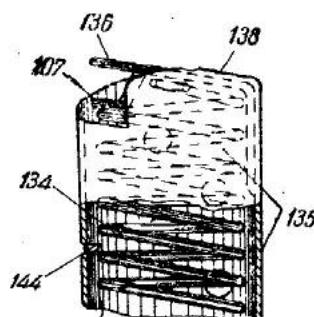
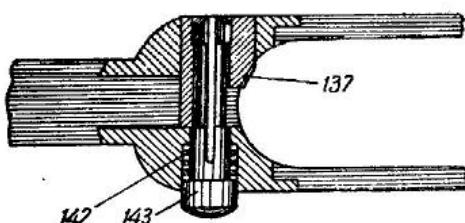

Рис. 40
Рис. 42
1. Осадка или поломка пружины подавателя (134 на рис. 40).
2. Смятие стенок коробки магазина (135 на рис. 40).
3. Удерживание подавателя (136 на рис. 40) зубом защелки магазина (137 на рис. 42).
1. Смятие верхних краев коробки магазина (138 на рис. 40).
2. Изгиб подавателя (136 на рис. 40).
1. Смятие стенок магазина (135 на рис. 40) (см. «Неподача патрона в патронник ствола», п. 2, стр. 44).
4. Трение зуба защелки (137 на рис. 42) о магазин.
1. Осадка пружины защелки (142 на рис. 42).
2. Смятие пуговки разрезной чеки (143 на рис. 42).
3. Износ зуба защелки (137 на рис. 42).
4. Износ выреза в магазине для зуба защелки (144 на рис. 40).